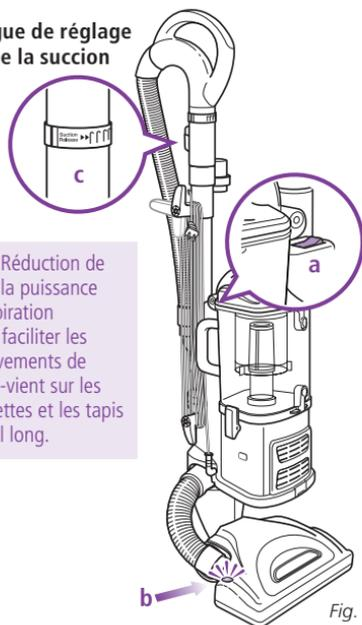

Fig. 11
- 3 Faites glisser l'interrupteur d'alimentation (« ON/OFF ») (a) à la position « | » pour passer l'aspirateur sur des planchers nus (suction droite) ou à la position « || » pour activer la brosse à plancher motorisée (pour le nettoyage des tapis et des carpettes). (Fig. 11)
⚠ IMPORTANT: Le voyant lumineux de la brosse à plancher motorisée (b) sera vert lorsque la brosse est activée; le voyant devient rouge lorsque l'appareil détecte une obstruction ou un blocage. (Fig. 11) Cette fonction est conçue pour protéger la courroie permanente qui actionne la brosse à plancher motorisée. Consultez la section Détection des obstructions à la page 31.
- 5 À cause de la succion très puissante de cet aspirateur, il est parfois nécessaire d'ajuster la bague de réglage de la succion située sur le manche. (Fig. 11) S'il est difficile de pousser ou de tirer l'aspirateur ou si la succion soulève les carpettes, réglez la bague de réglage de la succion en la faisant tourner de 90° dans le sens contraire des aiguilles d'une montre afin d'ouvrir la soupape. Faites tourner la bague de réglage de la succion dans le sens des aiguilles d'une montre afin de fermer la soupape pour augmenter la puissance d'aspiration et nettoyer les planchers.